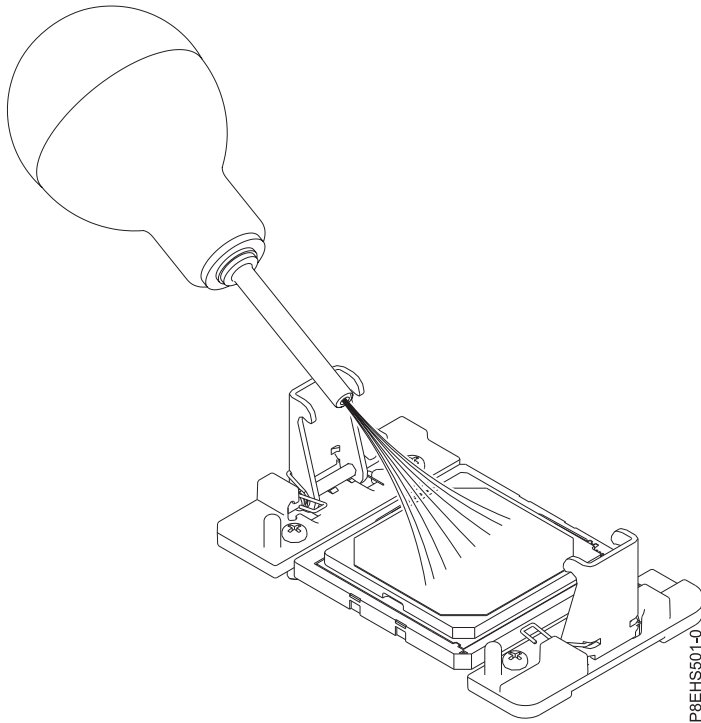

Figura 182. Extracción de los restos de polvo o suciedad del área del módulo del procesador del sistema
4. Quite el polvo y la suciedad del área del módulo del procesador del sistema. Si hay polvo o restos de suciedad, utilice la bomba de aire suministrada (número de pieza 45D2645) para limpiar el área del módulo del procesador del sistema. Sople pequeñas ráfagas de aire desde el centro a los lados del módulo del procesador del sistema, como se muestra en la Figura 182 en la página 162. Si su bomba de aire no está montada, tal como se muestra en Figura 182 en la página 162, fije la punta a la bola.